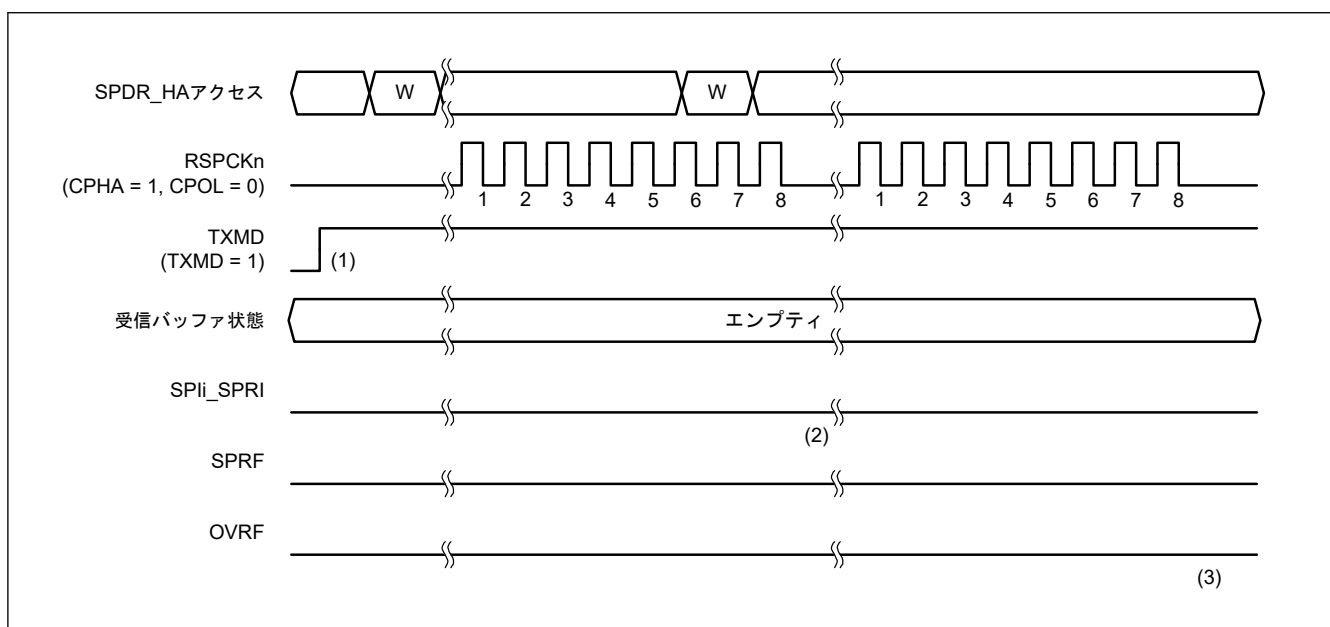

図 27.25 SPCR.TXMD = 1 の場合の動作例
図 27.25 は、通信動作モード選択ビット (SPCR.TXMD) が 1 に設定されている場合の動作例を示します。この例では、SPCMD0.CPHA ビットが 1、SPCMD0.CPOL ビットが 0 の設定で、SPI が 8 ビットのシリアル転送を実行しています。RSPCK_n 波形の下に記載した数字は RSPCK サイクル数 (= 転送ビット数) を示しています。
以下に、図 27.25 の (1)~(3) に示したタイミングでのフラグの動作内容を説明します。